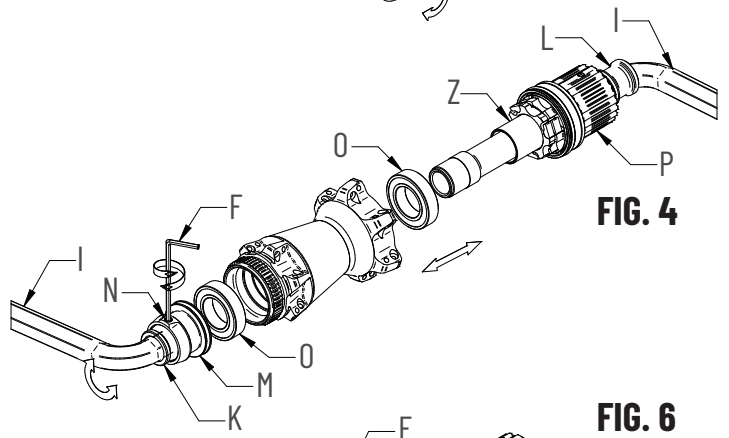
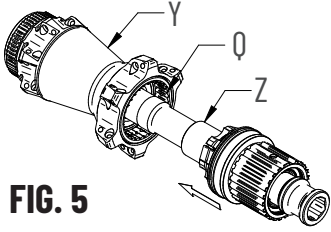

FIG. 4
FIG. 5
- Inserite una chiave a brugola da 12mm (I) sul lato destro del mozzo (Fig. 4)
- Con l'ausilio di una chiave a brugola da 12mm (I), svitate lo scontro (K) in senso anti-orario.
- Sfilate il perno del mozzo posteriore con il corpo ruota libera (P) (Fig. 4), si può fare la manutenzione e/o sostituzione dei cuscinetti (G) (Fig. 4)
- Sostituire i cuscinetti (O) del corpo mozzo utilizzando un apposito estrattore per fori da 17mm ed estraete i cuscinetti dalla loro sede.
- Effettuata la rimozione, procedete al calettamento dei nuovi cuscinetti (O) utilizzando un apposito utensile inserendo i nuovi cuscinetti nella loro sede e controllandone la corretta scorrevolezza.
- Sfilare dal perno il corpo ruota libera (P) con il relativo distanziale (Z) e procedere alla pulizia dei cricchetti (Fig. 4). Attenzione: i cuscinetti del corpo ruota libera NON sono sostituibili.
- **Terminata la manutenzione e/o sostituzione dei cuscinetti**, reingrassare con un grasso a bassa densità la cremagliera (I).
- Infilate il corpo ruota libera (P) con il relativo distanziale (Z) nel perno (Fig. 5).
- Inserite il perno nel corpo del mozzo (Y) facendo molta attenzione al corretto posizionamento dei cricchetti (Fig. 5).